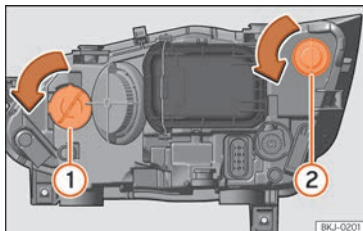

Fig. 55 Dans le compartiment-moteur : ampoule du clignotant (1) et ampoule du feu DRL (feu de circulation de jour) (2).
- Tournez le porte-ampoule » **fig. 55** (1) ou (2) vers la gauche puis tirez.